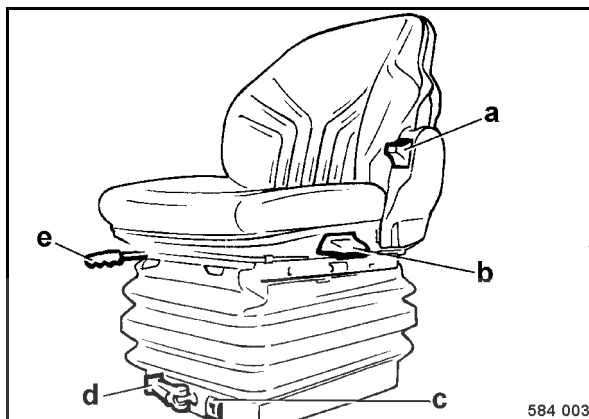

fig. 57
- Tirer la manette e (fig. 57) vers le haut et coulisser le siège vers l'avant ou l'arrière pour le régler dans la position désirée.